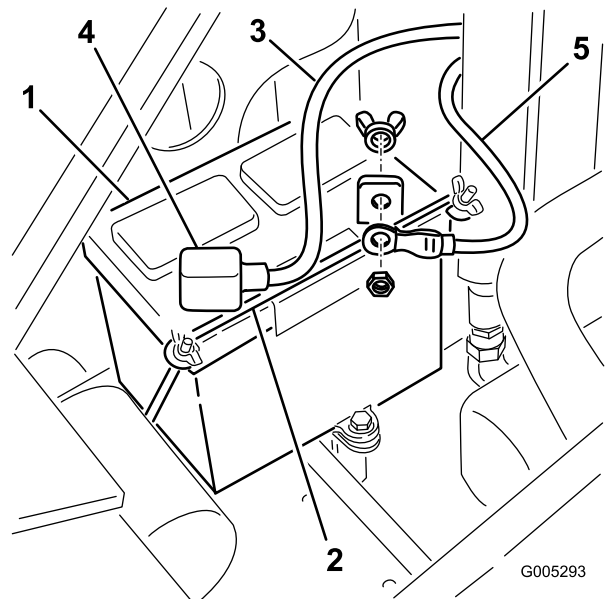

Bild 31
4. Entfernen Sie die Flügelmutter und Stange, mit denen die Batterie befestigt ist (**Bild 31**).
5. Klemmen Sie das (schwarze) Minuskabel vom Batteriepol ab (**Bild 31**). Bewahren Sie die Befestigungen auf.
7. Klemmen Sie das Pluskabel (Rot) vom Batteriepol ab (Bild 31). Bewahren Sie die Befestigungen auf.
1. Schließen Sie das Pluskabel (Rot) der Batterie mit den vorher entfernten Befestigungen am Pluspol (+) der Batterie an (Bild 31).
3. Schließen Sie das Minuskabel (Schwarz) der Batterie mit den vorher entfernten Befestigungen am Minuspol (-) der Batterie an (Bild 31).
4. Befestigen Sie die Batterie mit der Stange und den Flügelmutter (Bild 31).